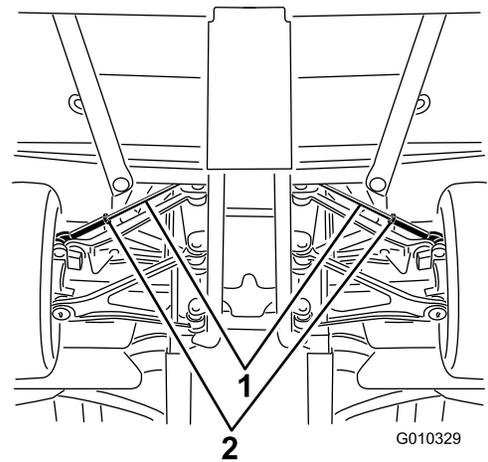

**Figura 58**
2. Mida la distancia entre centros (a la altura del eje) en la parte delantera y trasera de los neumáticos de dirección (**Figura 58**).